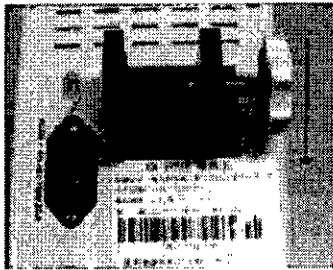

Figura 1
- I. Gire la perilla de la abrazadera en el sentido contrario a las agujas del reloj, y deje espacio suficiente para colocar el soporte de la solución intravenosa como se muestra en la figura 1.